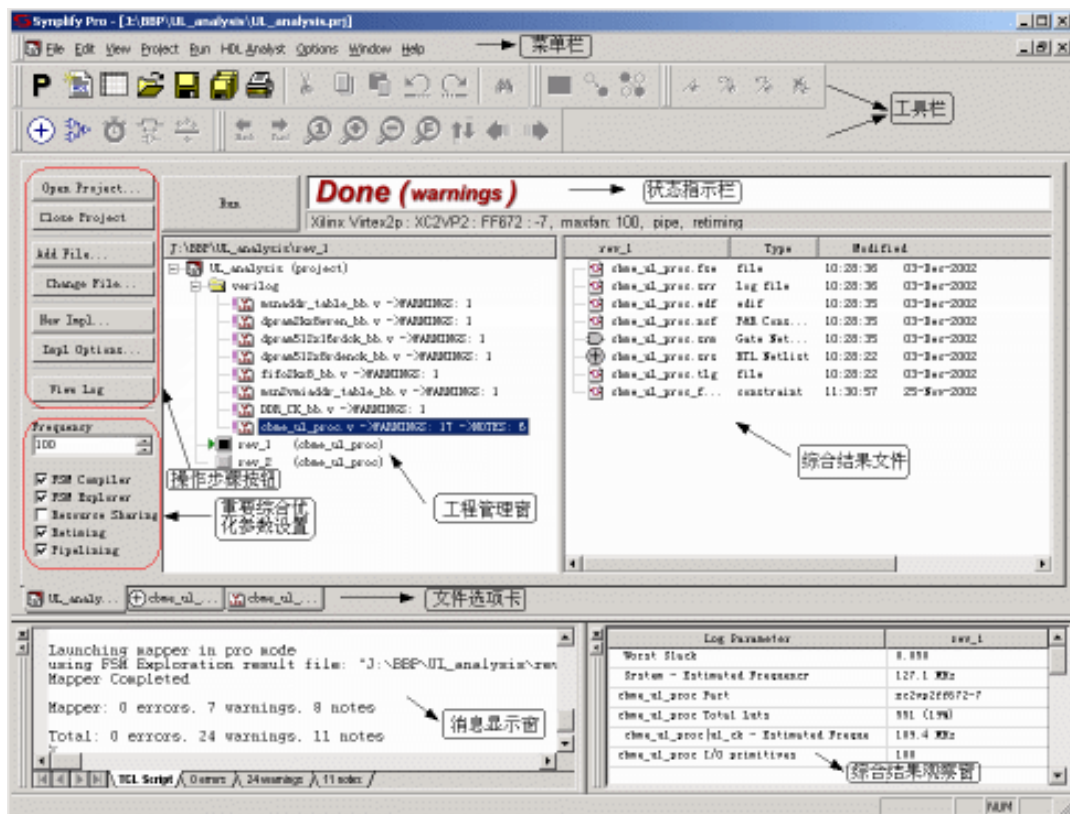
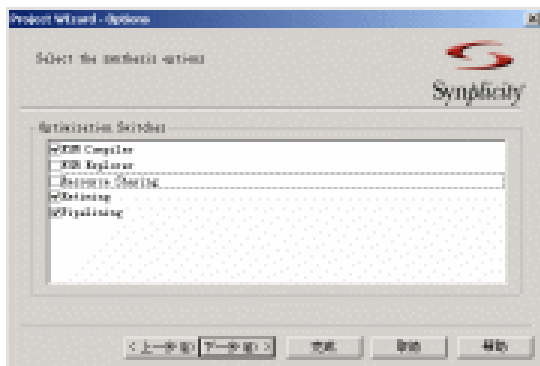

图4-2 Synplify Pro 的用户界面
图4-8 设置工程优化参数
Synplify Pro 的界面组织清晰明了，符合 Windows 界面操作习惯。功能按钮按照综合操作顺序组织，操作简便。Synplify Pro 的主界面如图 4-2 所示，由菜单栏、工具栏、状态显示栏、操作步骤按钮、重要综合优化参数选项设置、工程管理窗、工程文件显示区、消息显示窗和综合结果观察窗等部分组成。
- 单击 **下一步(N) >** 按钮，进入优化参数设置对话框，设置工程重要参数。其实这个界面的功能与上个界面有重复的地方。这个界面里的选项和图 4-2 所示的 Synplify Pro 主界面中的“重要优化参数设置选项”完全一致，其选项设置也可在 Synplify Pro 主界面中更改。按图 4-8 所示设置工程优化参数。